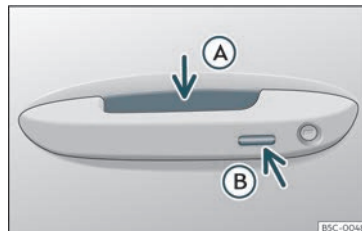

Fig. 73 Manípulo da porta: superfícies sensoras
»» Fig. 73
- Empurre o manípulo de uma das portas dianteiras. Ao fazê-lo, toca-se na superfície sensora >>> **Fig. 73** (A) (seta) do manípulo e destranca-se o veículo.
- Toque *uma* vez na superfície sensora de bloqueio»» **Fig. 73 B** (seta) do manípulo de uma das portas dianteiras. A porta cujo manípulo se aciona deverá estar fechada.
- Toque *uma* vez na superfície sensora »» **Fig. 73 B** (seta) do manípulo de uma das portas dianteiras. O veículo é trancado com o sistema de segurança «Safe»»» Página 103. A porta cujo manípulo se aciona deverá estar fechada.
- Toque *duas* vezes na superfície sensora »» **Fig. 73 B** (seta) do manípulo de uma das portas dianteiras para trancar o veículo sem
- Pressione o botão de fecho  do comando à distância e toque uma vez, dentro dos 5 segundos seguintes, na superfície sensora de bloqueio do manípulo da porta do condutor »» **Fig. 73 B**. Não agarre o manípulo da porta, caso contrário o veículo não trancará. Também é possível levar a cabo a
Para **fechar com a função de conforto** todas as janelas elétricas e o teto de vidro, mantenha um dedo durante uns segundos sobre a superfície sensora de bloqueio »» **Fig. 73 B** (seta) do manípulo da porta até que as janelas e o teto se tenham fechado.
As superfícies sensoras dos manípulos das portas poderiam ativar-se ao receber um jato de água ou de vapor a grande pressão, caso existisse alguma chave do veículo válida na zona próxima. Se, pelo menos, uma das janelas com acionamento elétrico estiver aberta e se se ativar a superfície sensora »» **Fig. 73 B** (seta) de um dos manípulos de forma permanente, fechar-se-ão todas as janelas.
- **OU:** toque *duas* vezes na superfície sensora situada na parte exterior do manípulo da porta »» **Fig. 73** .